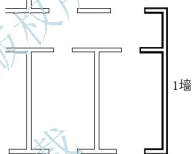

图 2.138 将合并后的墙线加粗
⑤ 在输入选项，[打开(O)/合并(J)/宽度(W)/编辑顶点(E)/拟合(F)/样条曲线(S)/非曲线化(D)/线型生成(L)/放弃(U)]: 提示下，输入“W”后按 Enter 键，表示要改变线的宽度。
⑥ 在指定所有线段的新宽度: 提示下，输入“50”，表示将线的宽度由“0”改为“50”。
⑦ 按 Enter 键结束命令，结果如图 2.138 所示。